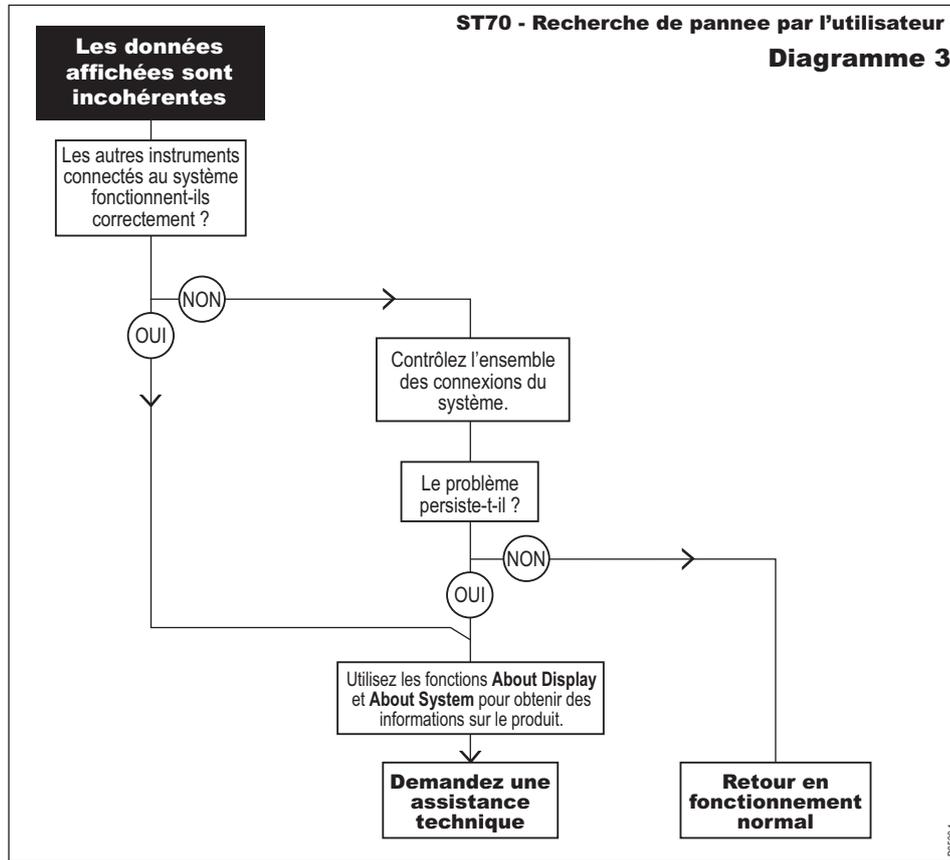

Figure 4-3 Dysfonctionnements – Diagramme 3
- L'écran du pupitre de commande affiche des données incohérentes : reportez-vous en *Figure 4-3* en page 31